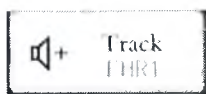
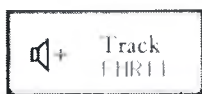

Рис. 5-7 — FHR Sound I
Рис. 5-8 — FHR Sound II
5. Нажмите кнопку  на панели меню настройки системы, чтобы перейти в режим выбора звукового канала. Режим выбора звукового канала отображается на кнопке  на панели меню настройки системы, как показано на Рис. 5-7, Рис. 5-8 и Рис. 5-9 (Монитор фетальный для близнецов поддерживает все варианты, а одиночный Монитор фетальный поддерживает только вариант FHR Sound I).